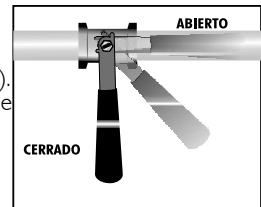

Figura 33
- Que el maneral de la válvula de paso esté en la posición de CERRADO (Ver figura 33).